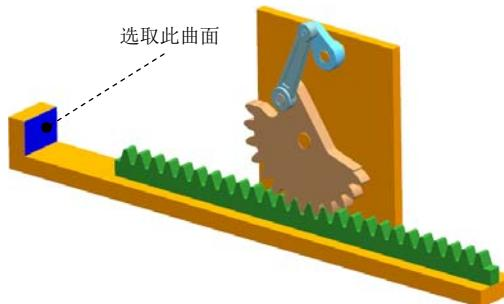

图 8.5.10 定义标记 2
(2) 定义标记 2。参考上述操作步骤，选取图 8.5.10 所示的曲面为参考，定义标记 2。
(3) 定义传感器。
① 选择命令。选择下拉菜单**插入(S)** → **传感器(S)...**命令，系统弹出“传感器”对